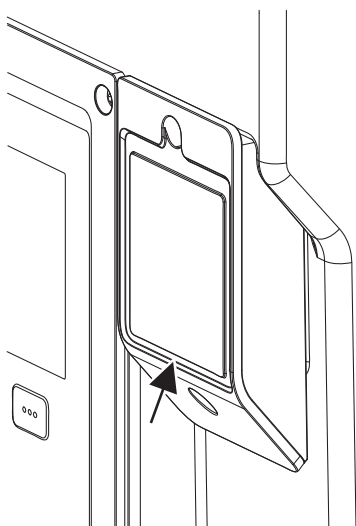

Fig. 27: Deksel for Wilo-Smart Connect modul BT
1. Løsne skruen på Wilo-Smart Connect moduldekselet (Fig. 27), og åpne dekselet.
På grunn av utførelse kan Wilo-Smart Connect modul BT bare settes på plass i én justeringen. Det er ingen ytterligere feste av selve modulen. Dekselet til Wilo-Smart Connect (Fig. 27) på overdelen av elektronikkmodulen holder modulen fast i grensesnittet.